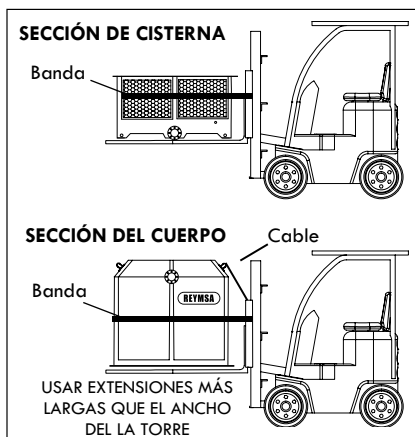
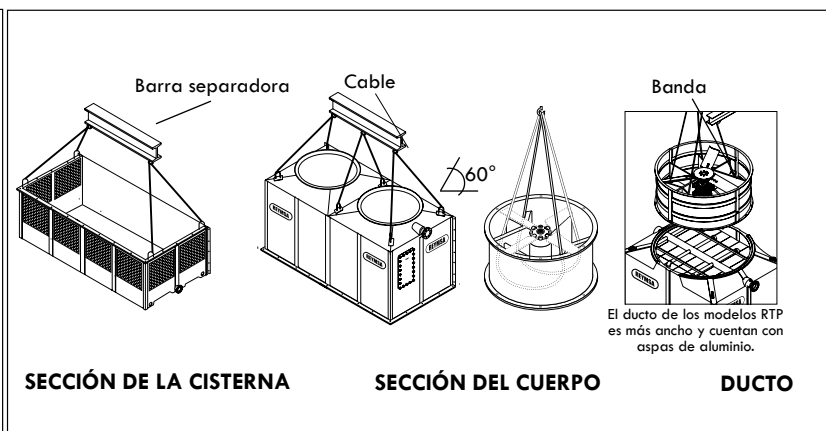

Figura A-23: Levantamiento con montacargas de una torre de cuatro ventiladores
Figura A-24: Levantamiento con grúa de una torre de cuatro ventiladores
- B. Al asegurarse que el equipo se encuentra en condiciones apropiadas, se procede a descargarlo del transporte pieza por pieza, utilizando una grúa o montacargas de la capacidad adecuada (ver Figura A-23 y Figura A-24 como ejemplos). Si descarga con montacargas, utilizar extensiones de acuerdo a la medida del ancho de su modelo.
- C. Para la descarga con grúa se recomienda un ángulo de levantamiento de al menos 60° entre la banda y la horizontal. La cisterna y el cuerpo de las torres de un ventilador vienen equipados con argollas de izar en cada esquina en la parte superior para el levantamiento con grúa. Coloque las bandas a través de las argollas de izar (como se muestra en la figura A-24). No balancee hasta tensar las bandas.